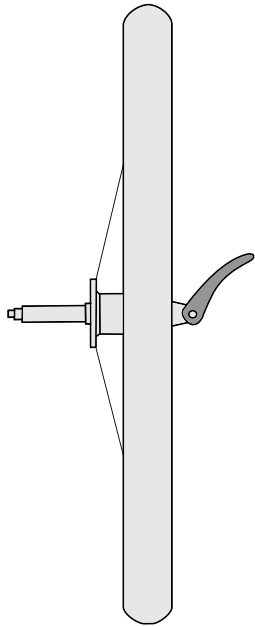

Figure 4
1. Insert wheel axle assembly completely into trailer axle (Figure 4).
1. Insérez l'essieu de la roue complètement dans l'essieu de la remorque (Figure 4).
1. Stecken Sie die Radachsenbaugruppe komplett in die Anhängerachse (Abb. 4).